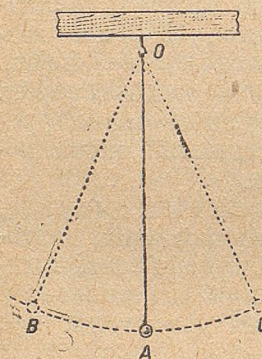

Рис. 232.
1. Маятниклөн колебаннѣз. Ежели сунис вылын ӧшӧтӧм сьӧкыт шарик вӧрзьӧтны OA равновесие положеннѣсь (рис. 232) OB положеннѣ да лӧдзны сійӧ, сія пондас OA положеннѣ сьӧрті ӧтмӧдӧрӧ дютясыны. Быдкодъ тело, кӧда аслас вес влияннѣ увтын равновесие положеннѣ сьӧрті керӧ колебаннѣз, шусьӧ маятникӧн. Шарик, кӧда дютясьӧ неподвижной точка бердӧ домалӧм сунис вылын, лӧӧ маятниклӧн простейшӧй формаӧн.
Ежели маятник 1 м кузя, то сылөн колебаниё периодыс овлö почти 2 сек. Колебаниёлесь джынсö (B -сянь C -öдз расстояниёсö либо мöднёж C -сянь B -öдз расстояниёсö—рис. 232) маятникыс мунö почти 1 секундаö.